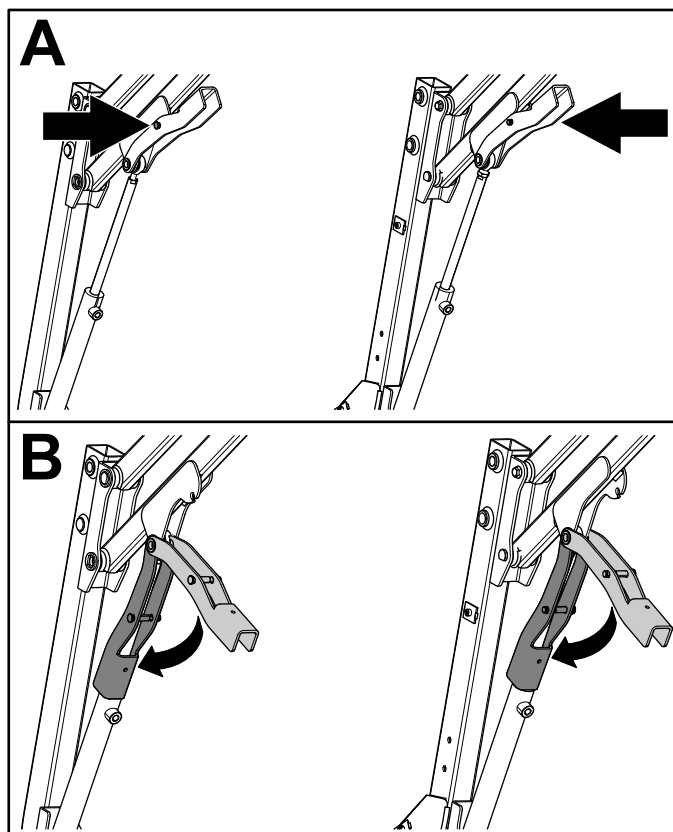

Figura 41
- A. Împingeți spre interior tiftul de pe elementul de blocare de sigurană magnetic (Figura 41).
- B. În timp ce susinei tiftul, coborâi elementul de blocare de sigurană magnetic pe cilindrul hidraulic (Figura 41).